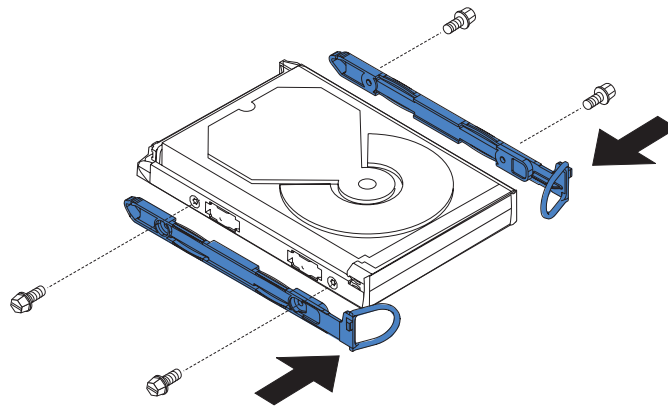

図 82. ディスク・ドライブへのレールの取り付け
8. ディスク・ドライブを別のものと交換する場合は、図 82 を参照してください。新しいディスク・ドライブに同梱のレールとねじを見つけます。レールをディスク・ドライブに取り付けます。